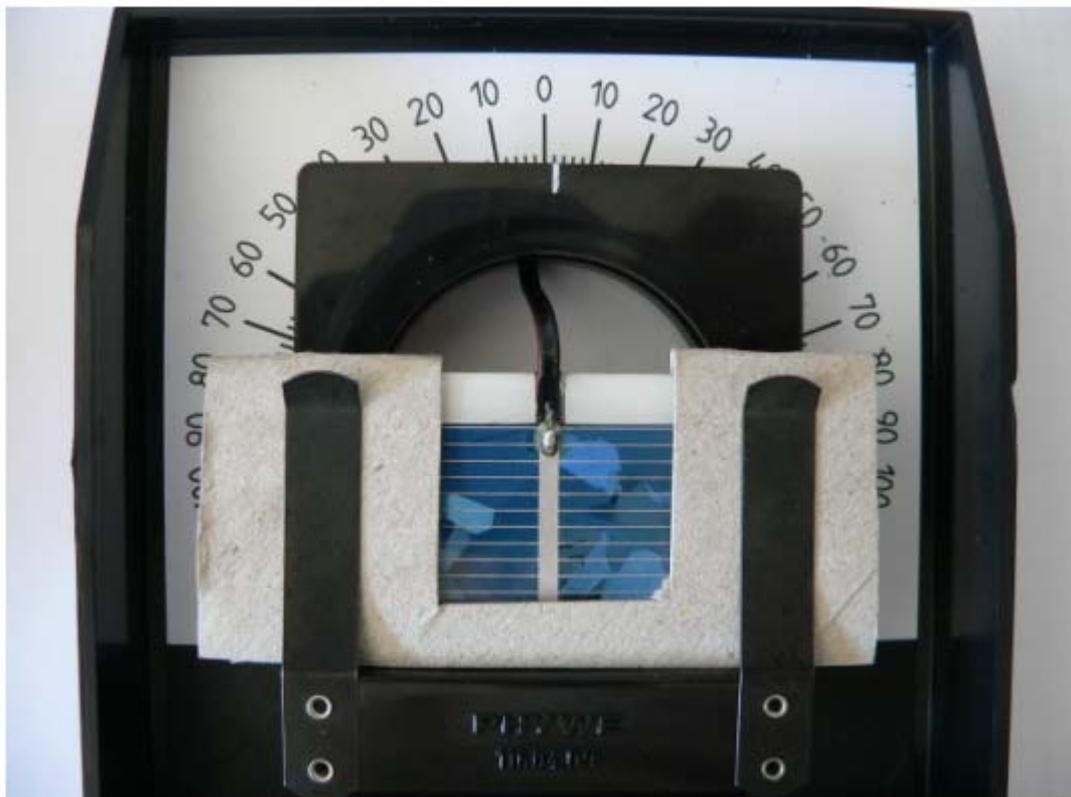

Abb. 1: Versuchsaufbau mit Pappabdeckung der Solarzelle
- Aus der Pappe ein Stück ausschneiden, und über die Solarzelle stülpen, sodass eine Fläche von etwa 25x25 mm frei ist (Abbildung 1)